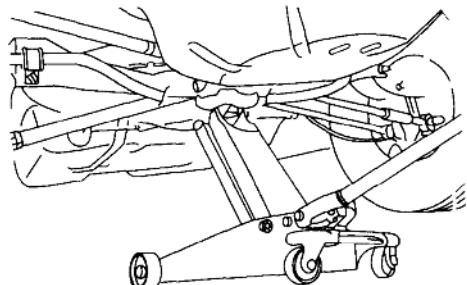

图 1-9 后车架下部举升轿车
(2) 在后悬架中心的下部,将托底千斤顶举升衬垫放在后悬架中心,举升轿车后部,如图 1-9 所示。